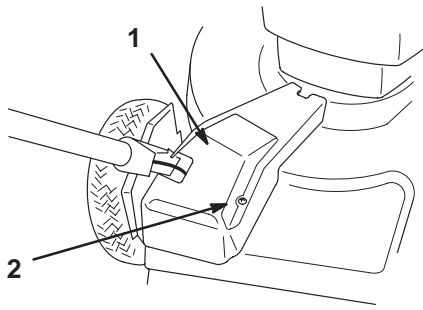

Abbildung 26
- Die Schrauben entfernen, mit denen die Riemenabdeckung am Rasenmähergehäuse befestigt ist (Abb. 26).